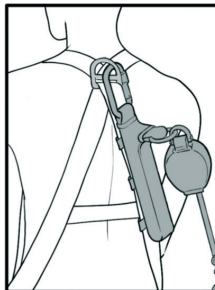

fig.3
3. Montez les fermetures Velcro sur la partie appropriée des sangles du harnais pour maintenir le système absorbeur d'énergie (fig. 3).